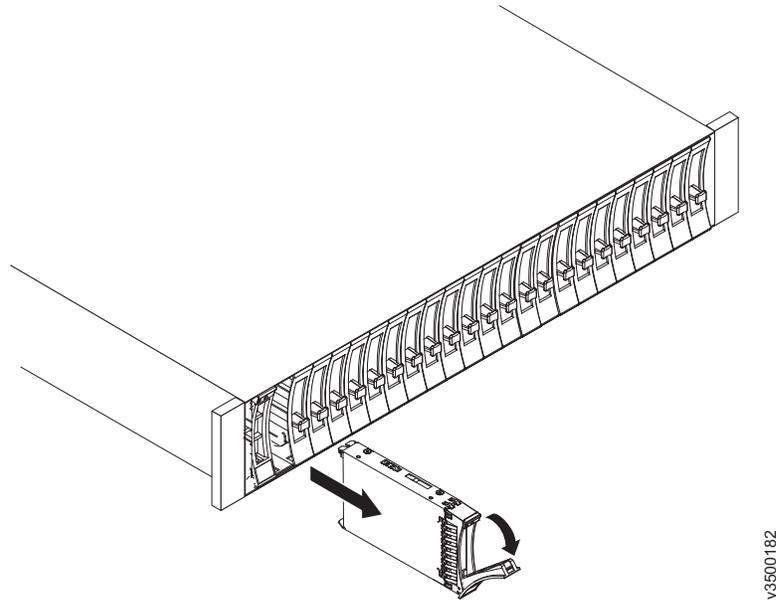

Figura 108. Removendo uma unidade de disco rígido de estilo vertical
6. Remova cuidadosamente cada unidade de disco rígido e etiqüete-a com o slot de unidade do qual ela foi removida (de forma que as unidades possam ser inseridas de volta nos mesmos slots). Consulte Figura 108 ou Figura 109.